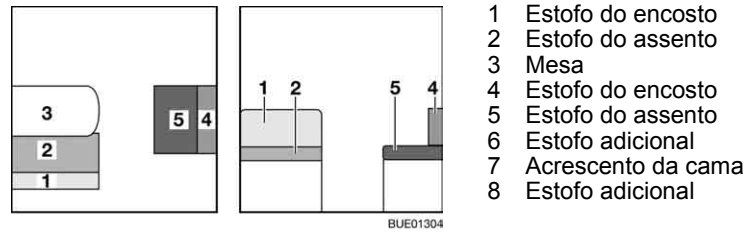

Fig. 132 Antes da transformação
- Transforme a mesa (Fig. 132,3) em base para cama (ver ponto 6.11).
- Retire o estofa do encosto (Fig. 132,1) e coloque-o de lado.